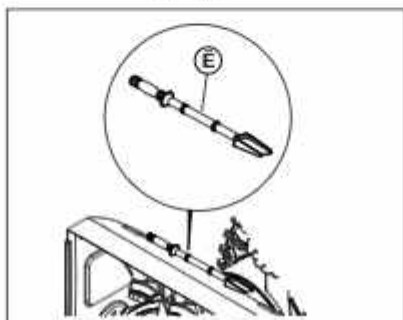

Рис. 28
3. Используйте прочистной инструмент (рис. 28, поз. E) для удаления снега из разгрузочного желоба. **НЕ чистите руками забившийся разгрузочный желоб!**